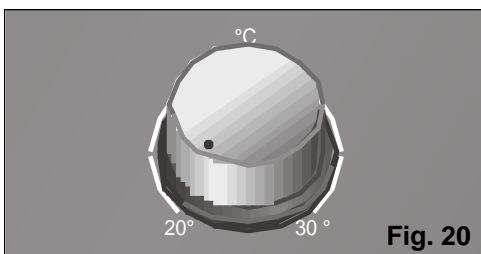

Fig. 20
- Collocate il termostato in posizione di minima temperatura, Fig. 20.